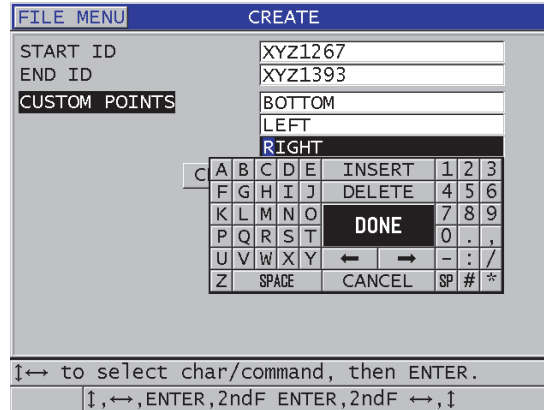

Figura 11-6 Configuración de un rango de ID para un archivo secuencial con puntos personalizados
3. En la segunda página de la pantalla **CREAR** (CREATE) [ver Figura 11-6 en la página 200]: